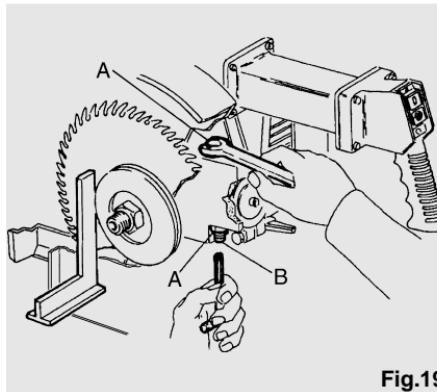

Fig.19
- Controleer met een winkelhaak dat het zaag-blad perfect loodrecht staat op het vlak (zie fig. 19). Is dat niet het geval, dan moet men aan moer (A) draaien met een open sleutel nummer 13 en aan moertje (B) met een inbussleutel. Als men het bovenste moertje losdraait dan moet men de onderste aan-draaien en als het zaagblad uiteindelijk lood-recht staat dan moet men moer (A) aan-draaien en de moertjes vastmaken.